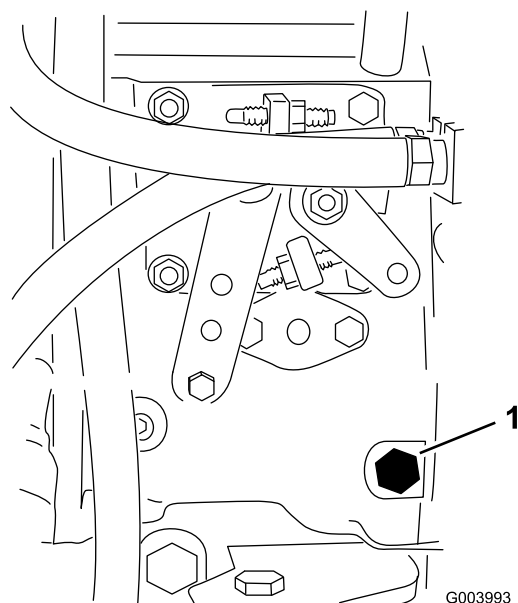

図 20
3. 12mm のレンチを使って、燃料噴射ポンプ 図 20 についているエア抜きねじを開く。